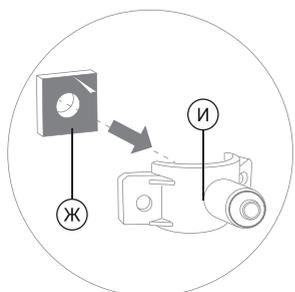

Рис. 9
3. Снимите с уплотнительной прокладки (Ж) (рис. 9) защитную пленку. Приклейте прокладку (Ж) с внутренней стороны хомута, одновременно совмещая отверстие в прокладке с отверстием в штуцере хомута (рис. 9).